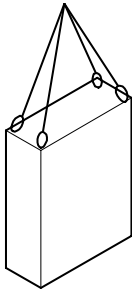

Abb. 10
1. Seile, Gurte oder Mehrpunktgehänge entsprechend Abb. 10 anschlagen.